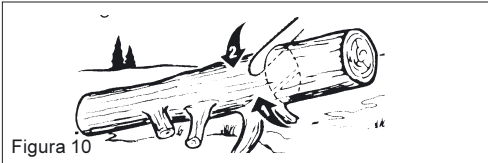

Figura 10
2. Cuando el tronco está apoyado por un extremo (Figura 10):